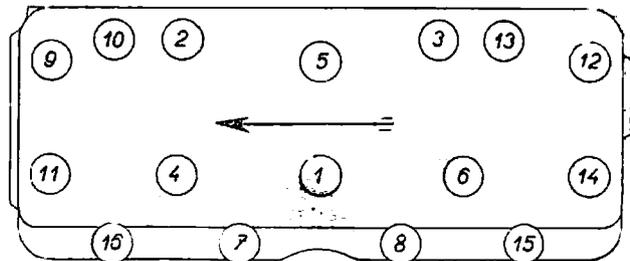
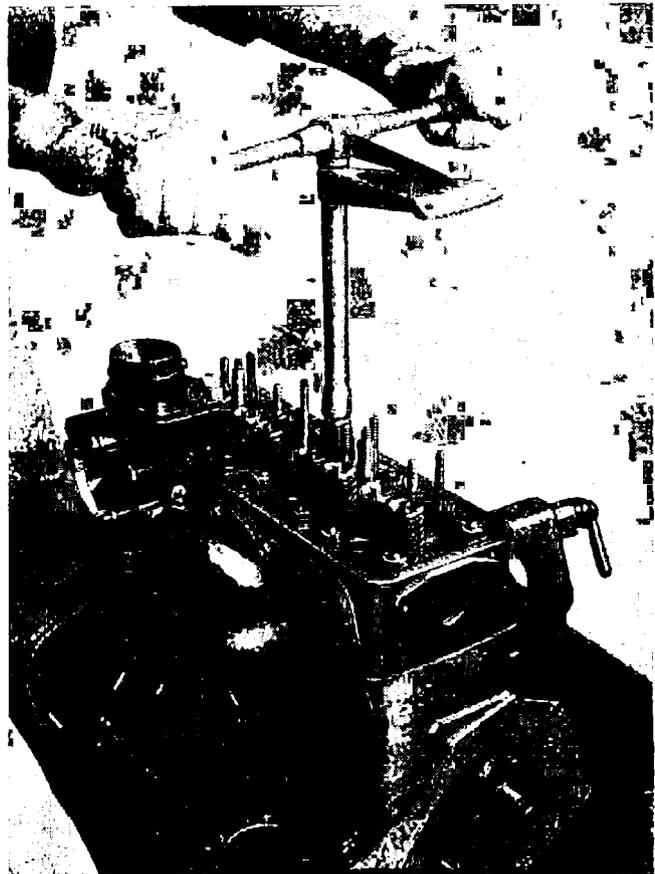

Abb. 30. Reihenfolge des Anziehens der Zylinderkopfschrauben
Abb. 31.
17. Die Ventilstößel werden eingefügt, die Zylinderkopfdichtung, der Zylinderkopf mit den eingebauten Ventilen und das Führungsblech der Ventilstößstangen werden anmontiert, worauf der Zylinderkopf gleichmäßig festgezogen wird. Das Festziehen des Zylinderkopfes ist laut Schema in Abb. 30 mittels des Torsionsschlüssels Ab Ema 3115 (Abb. 31) mit einem Moment von 5,8 bis 6,2 kgm vorzunehmen. Es darf nicht vergessen werden, unter die rückwärtige linke Mutter (Nr. 15 am Schema) den Halter des Schmiernippels des Kupplungsausrücklagers anzumontieren.